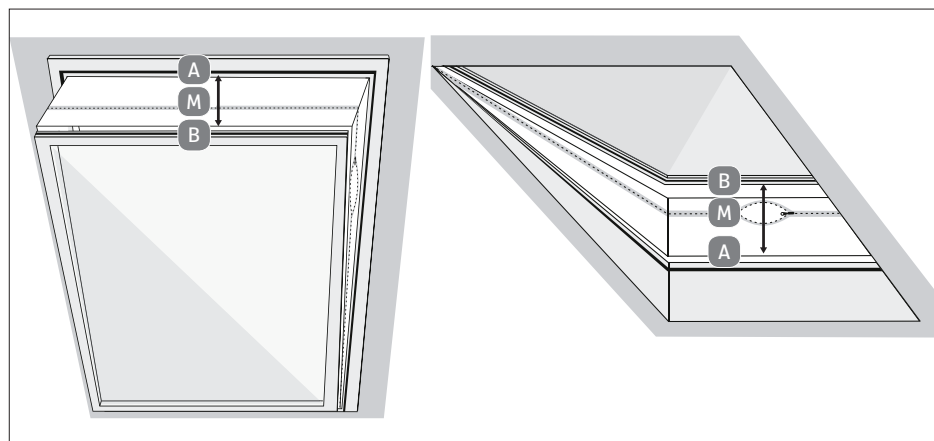

Fig. 14 – Montage sur fenêtre de toit
- ▶ Desserrez l'écrou à oreilles jusqu'à ce qu'il y ait un espace libre entre la partie A du kit fenêtre et le patin. **(voir fig.14 étape I).**
Ajustez le kit fenêtre à la taille souhaitée en rapprochant ou en éloignant le kit fenêtre et resserrez l'écrou à oreilles. **(voir fig.14 étape II).**